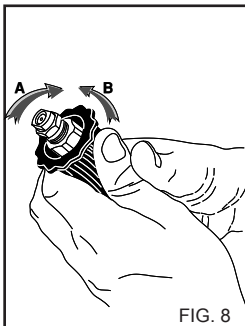

FIG. 8
Para la versión con aspiración de detergente, active el mando de aspiración del detergente presente en la lanza (fig. 8).
4) Después de utilizar el detergente, enjuague el circuito de aspiración; introduzca el tubo de aspiración (fig. 8) del detergente en un bidón de agua limpia y haga funcionar la bomba durante 1 minuto con la lanza en la posición de erogación de detergente.
USO DEL CABEZAL REGULABLE (Fig. 8) (Vers. DS)